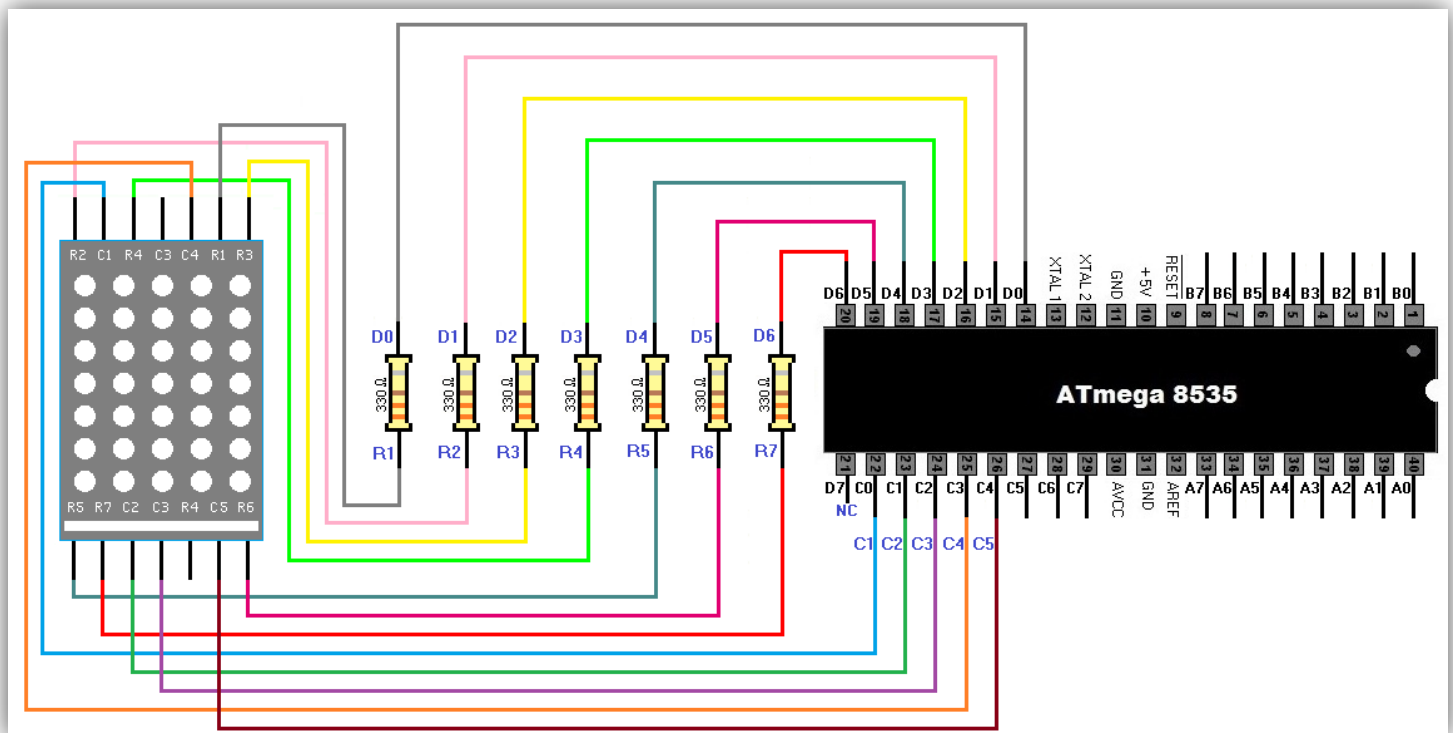

Figura 1. Circuito para conectar las Filas (D0-D7) y las Columnas (C0-C4) de la matriz 7x5.
1.- Diseñe un programa para visualizar en una matriz de leds de 7x5 los número del 0 al 9 tal y como lo muestra la figura 1.